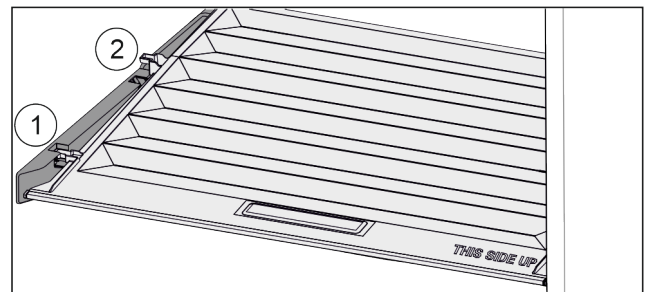

Fig. 26
- ▶ Deksel tot de opening in de vasthouddelen naar voren trekken Fig. 26 (1).
- ▶ Aan de achterkant vanaf de onderkant omhoog tillen en vanaf de bovenkant verwijderen Fig. 26 (2).